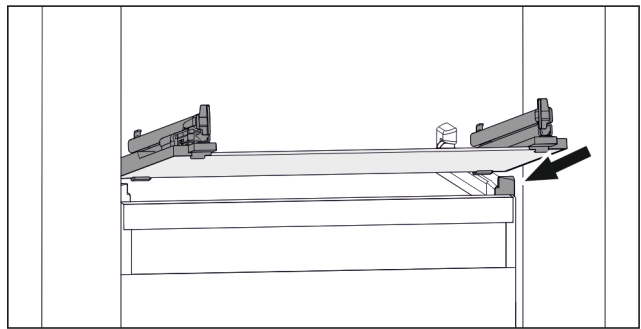

Fig. 88 Beispielhafte Darstellung der Glasplatte
- ▶ Glasplatte schräg hinter den Stopporen aufsetzen. (siehe Fig. 88)